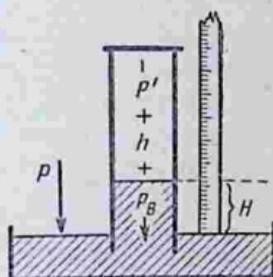

Рис. 17. Измерение высоты столба жидкости линейкой
Измерьте объем выделившегося воздуха в эвдиометре и с помощью линейки высоту столба воды над поверхностью ее в ванне (рис. 17). Отметьте температуру по комнатному
термометру, давление по барометру. Из рис. 17 следует, что атмосферное давление уравнивается давлением воздуха (p'), давлением водяных паров при данной температуре (h) и давлением столба воды (p_B). Последнее, в переводе на давление в мм рт. ст., равно высоте столба воды (H) в миллиметрах, деленной на плотность ртути, т. е. $H/13,6$. Парциальное давление пара и его объем при нормальных условиях находят по формулам (8) и (9).